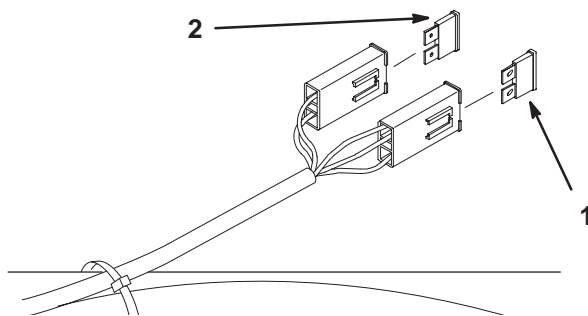

Figure 54
1. Soulevez le siège pour accéder au porte-fusibles (Fig. 54).
2. Pour remplacer un fusible, tirez dessus pour l'enlever (Fig. 54).